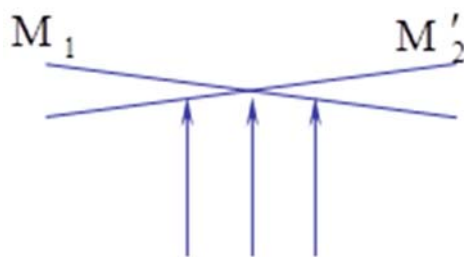
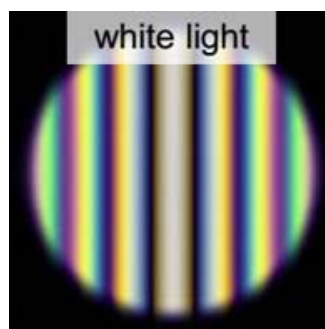

图 1 等厚干涉光路示意图
图 2 白光干涉条纹示意图
迈克尔逊干涉仪工作原理见实验教材 258 页。若迈克尔逊干涉仪的 M_1 与 M_2' 成一很小的交角,同时将光源更换为面光源,则能在 M_1 附近直接观察到等厚干涉条纹(不是在屏幕上)。由于入射光倾角 θ 的影响,只有在 M_1 与 M_2' 之间距离等于零时,两面之间相交的一条直线附近的干涉条纹才近似是等厚条纹(见图 1)。随着 θ 的增大,直条纹将逐渐弯曲。因此使用白光做光源时,在正中央 M_1 、 M_2' 交线处 ($d \neq 0$) 及附近才能看到干涉花纹。对各种波长的光来说,在交线上的光程差都为 0,故中央条纹是白色的。特别地,由于 M_1 与 M_2' 形成两劈尖正对的结构,所以中央白条纹两旁有十几条对称分布的彩色条纹。据此可以很容易判别出中央明条纹的位置(见图 2)。
接上一步，去掉屏幕，用眼睛直接观察。利用白光光源代替激光光源，注意在白光光源前放一块毛玻璃片。慢慢转动**微动鼓轮**，可以在 M_1 镜附近看到彩色条纹(如图 2 所示)。中间一条条纹呈白(或黑)色，两旁等距对称地分布有十余条外红内紫的彩带。依据彩色条纹的对称性，可以判别中央条纹的位置。将中央条纹移至视场中央，记下此时的鼓轮读数 m_1 。将厚度为 l 的待测薄玻璃片放入 M_1 镜所在光路中。注意玻璃片相对 M_1 镜平行。接下来转动**微动鼓轮**，使 M_1 镜向屏幕方向移动（**思考为什么？**），直到白光的等厚干涉条纹再次出现(特别注意途中微动鼓轮不能反转)。记下这时的鼓轮读数 m_2 。 m_1 与 m_2 之差就是 M_1 镜移动的距离 Δd ，利用 (2) 式可以求得薄玻璃片的折射率